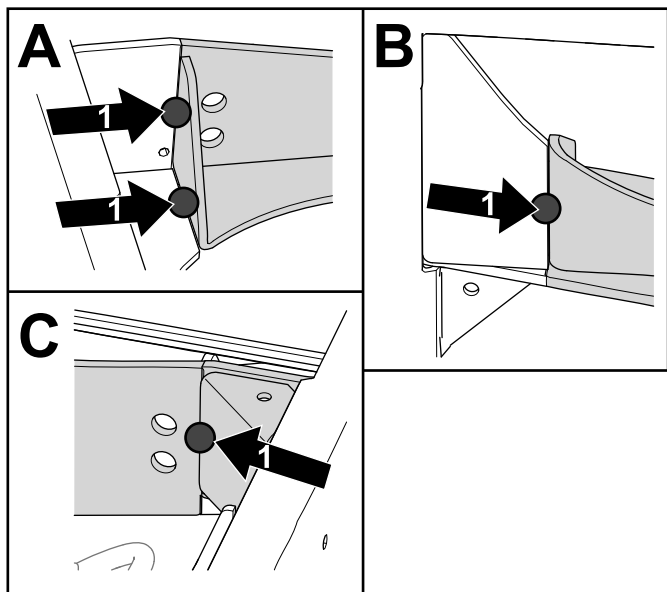

Figure 14
5. Appliquez des points de soudure sur l'extérieur, le dessous et l'endroit où le support d'angle touche le support d'essieu afin de le maintenir en place (Figure 14). Répétez la procédure de l'autre côté.